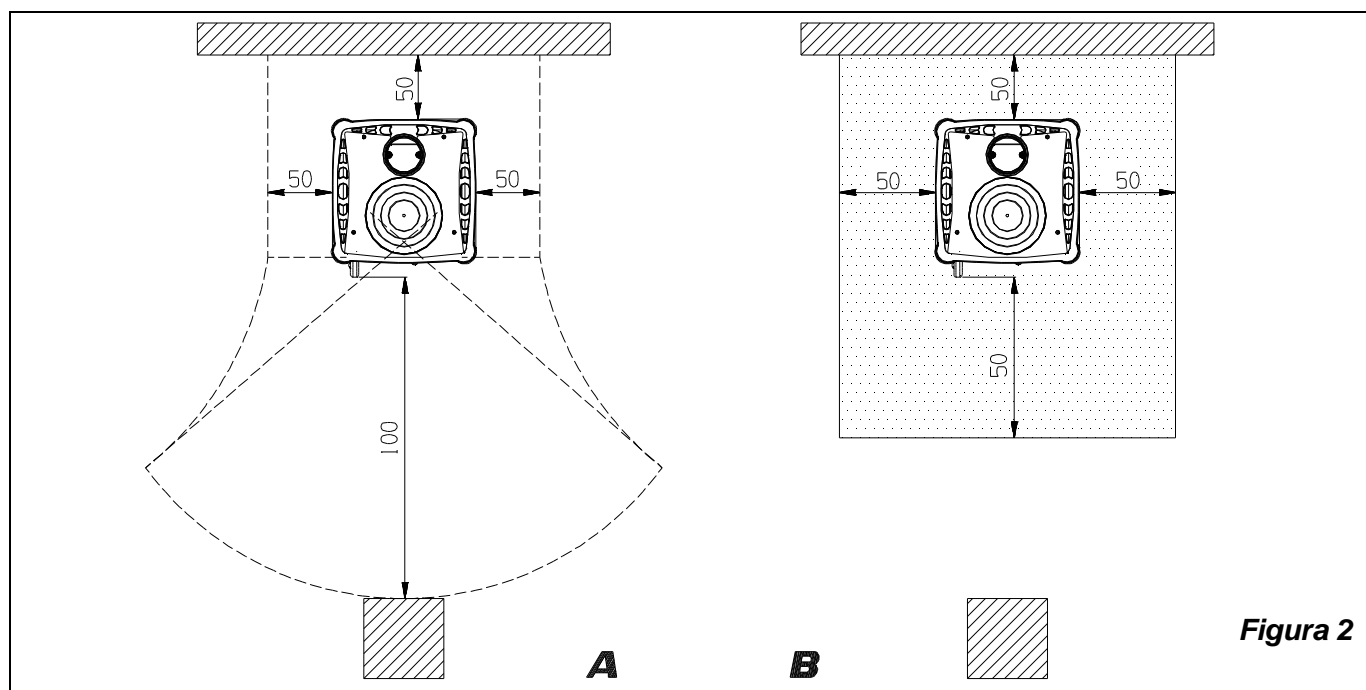

Figura 2
- la distanza minima da elementi costruttivi ed oggetti infiammabili e sensibili al calore (mobili, rivestimenti di legno, stoffe ecc.) deve essere di **50cm** dal retro e da entrambi i lati; al fine di assicurare un sufficiente isolamento termico (vedi Figura 2 **A**).
- qualora la stufa venga installata su un pavimento di materiale infiammabile, bisogna prevedere un sottofondo ignifugo, per esempio una pedana d'acciaio (dimensioni secondo l'ordinamento regionale). Il sottofondo deve sporgere frontalmente di almeno **50cm** e lateralmente di almeno **50cm** oltre all'apertura della porta di carico. (vedi Figura 2 **B**)